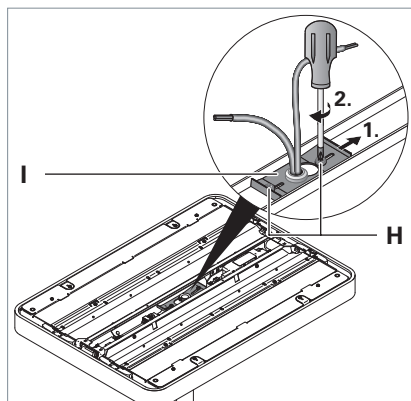

Fig. 9: Fixer la tête du luminaire.
- Dévisser les deux vis **H** de la patte de retenue **I**, voir Fig. 9.